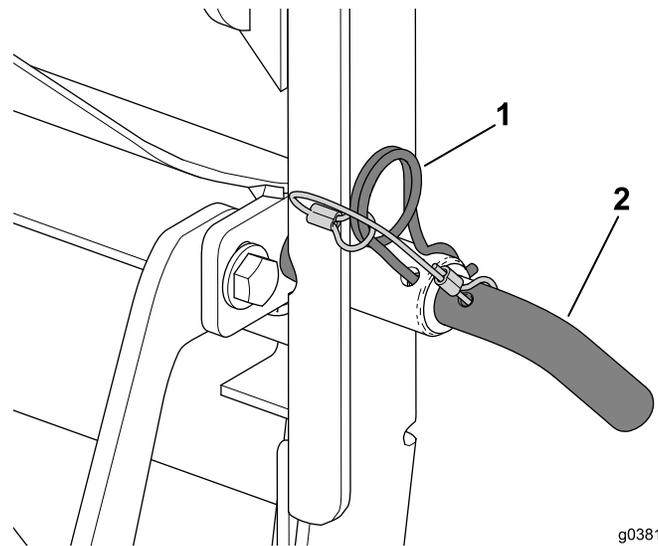

Bild 18
3. Befestigen Sie den Arretierbolzen mit dem Splint (**Bild 18**).
2. Stecken Sie den Arretierbolzen durch den Rahmen des Heckfangsystems und die Querstrebe (**Bild 18**).